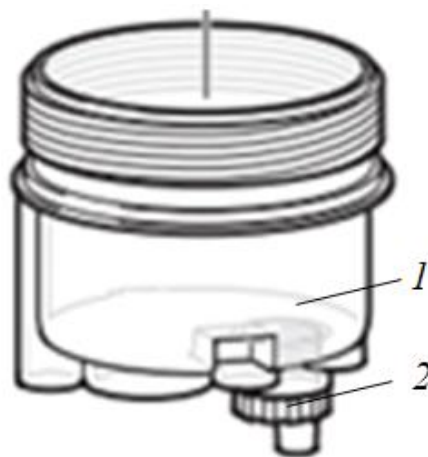

Рисунок 5.26. Фильтр грубой (предварительной) очистки топлива
Фильтр предварительной (грубой) очистки топлива размещен на двигателе в моторном отсеке, ближе к корпусу воздушного фильтра, рис. 5.26.
- ▶ Открыть резьбовую пробку 2, для этого – повернуть пробку против часовой стрелки, слить отстой, конденсат, рис. 5.26.